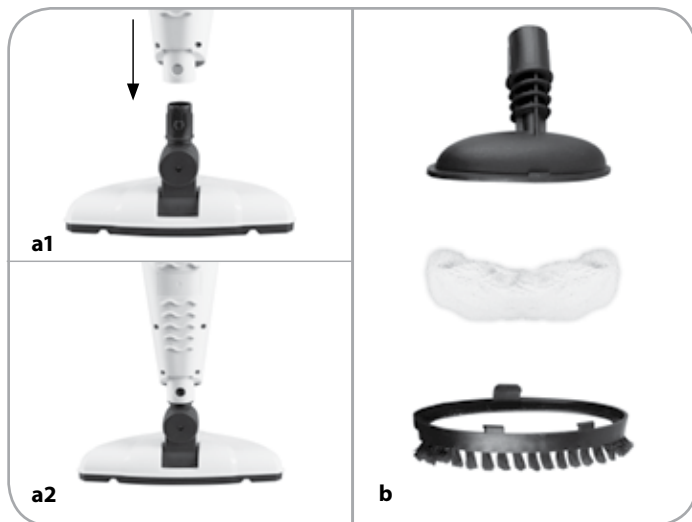

рис. 2
- Головки (8) и (19), водосгон (22) и переходник (13) должны быть установлены непосредственно в гнездо (7) - **рис. 2**.